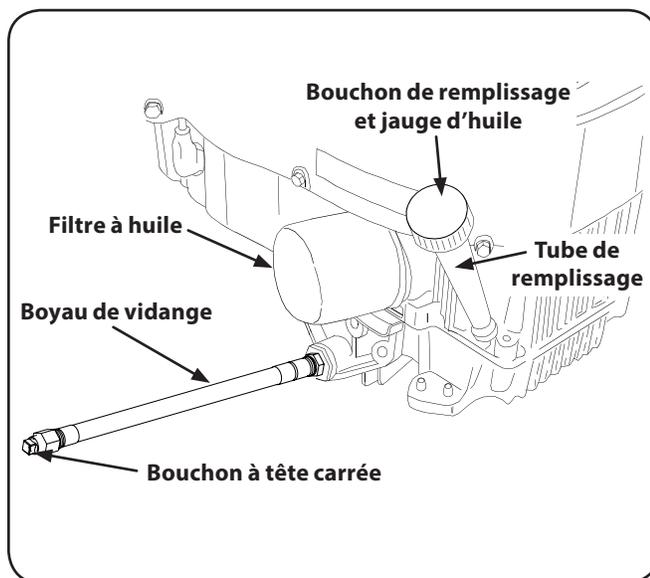

Figure 6-1
2. Repérez le boyau de vidange d'huile sur le côté droit du moteur. Voir Figure 6-1.
4. Tenez l'extrémité libre du boyau de vidange d'huile au-dessus du récipient collecteur, puis dévissez le bouchon à tête carrée du boyau. Voir Figure 6-1. Vidangez l'huile du moteur dans le récipient.